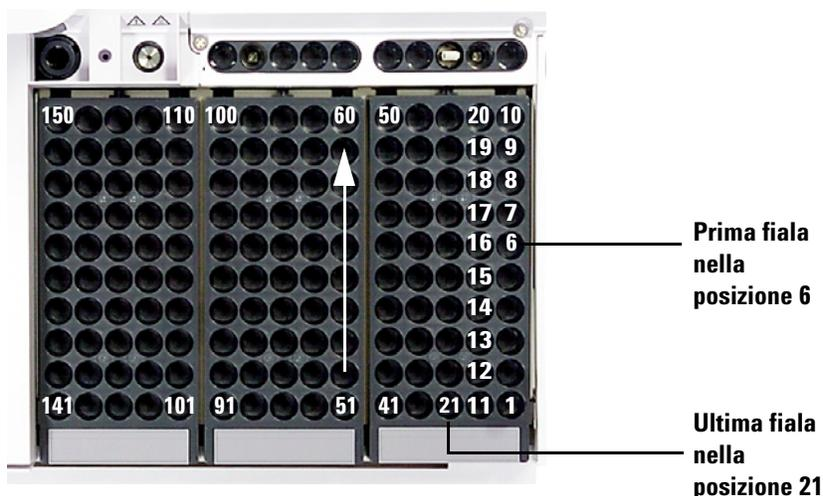

Figura 2 Caricamento delle posizioni del vassoio
- 2 Posizionare fino a 150 campioni nei rack da tre fiale, in base alla sequenza programmata. La Figura 2 mostra il